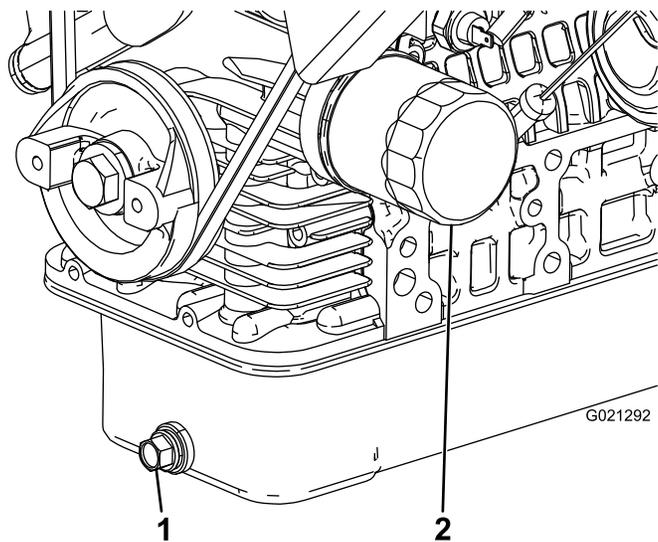

Figura 45
2. Retire o tampão de escoamento e deixe o óleo escorrer para um recipiente adequado (Figura 45).
4. Retire o filtro do óleo (Figura 45).